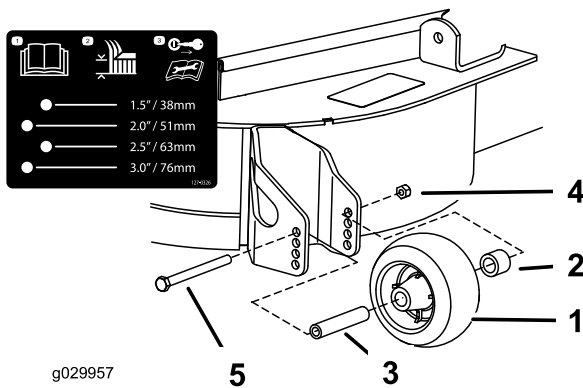

**Figura 31**
3. Ajuste los rodillos protectores del césped según se muestra en Figura 30, Figura 31 y Figura 32.